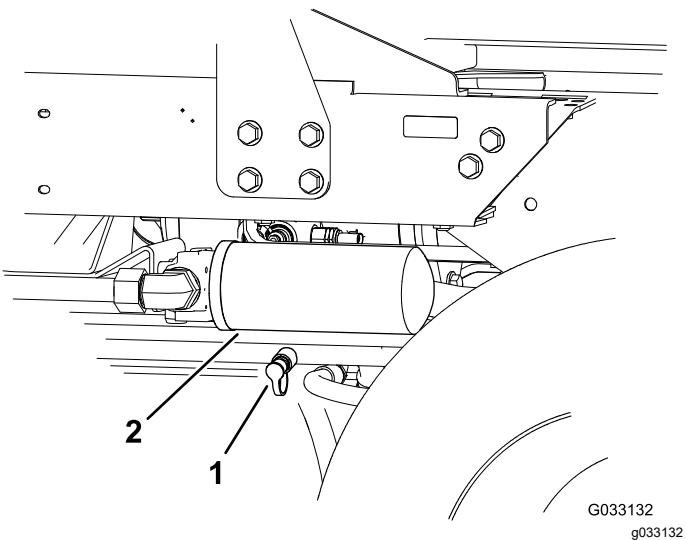

図 63
- 後部走行マニホールドに取り付けた故障診断用フィッティングと後退走行油圧テストポートとを油圧ホースでつなぐ図 63。